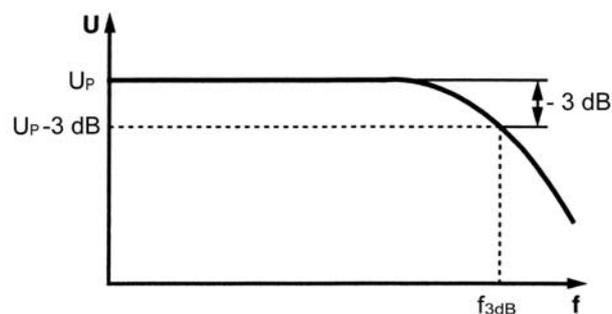

Abb. 5.49 Die 3dB-Bandbreite.
- die 3dB-Bandbreite (Abbildung 5.49).